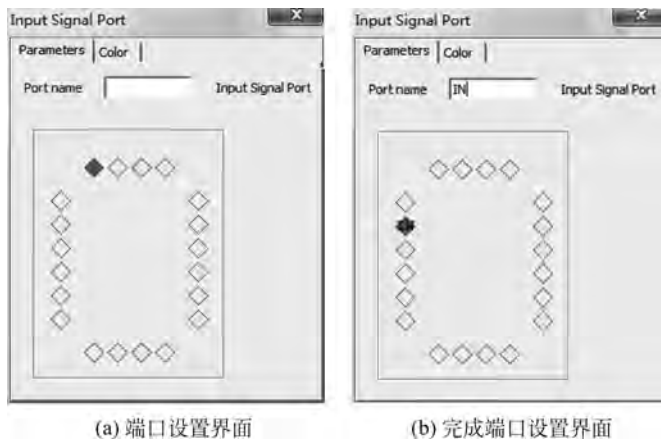

图 3-17 端口设置界面
- ◇ 选择“Subcircuit→Place Input Signal Port”菜单项,鼠标指针变成一个输入端口,放置在 ON1 和 NOT1 连接的导线上,并弹出如图 3-17(a)所示的端口设置窗口。窗口包括参数设置及颜色设置两个页面。在参数设置页面,单击端口预设的位置,随后在端口名称 Port Name 框内输入端口名称“IN”,如图 3-17(b)所示。随后关闭该设置窗口完成 IN 端口名称设置。以同样的方法设置 DC1 与 DC2 串联点的公共参考点 GND 输入端口,并将名称设置为“GND”。